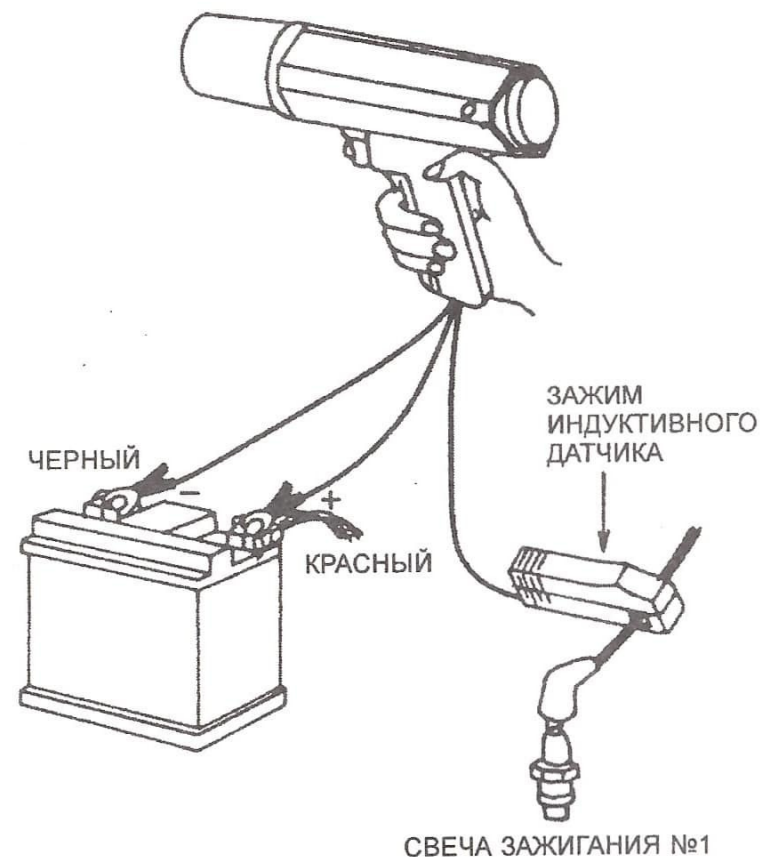

Рисунок 2
5. Подключите стробоскоп как показано на рис.2.